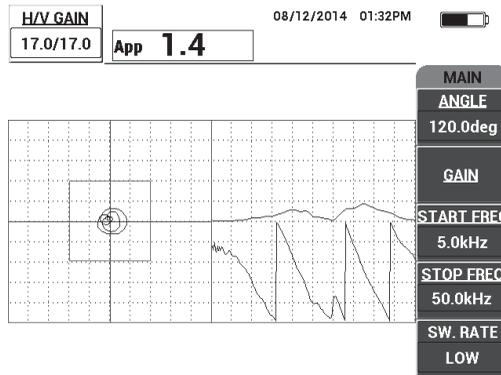

Abbildung 6-57 Mehrfrequenzanzeige zwischen zwei Skalenteilen
1. Halten Sie die Sondenspitze auf den Bereich ohne Defekt auf den Justierkörper und drücken Sie dann auf die Direktzugriffstaste GAIN (**dB**) und stellen Sie **VERST.** ein bis sich die Mehrfrequenzanzeige zwischen 2 Skalenteilen im Alarmfeld befindet (siehe Abbildung 6-57 auf Seite 178).